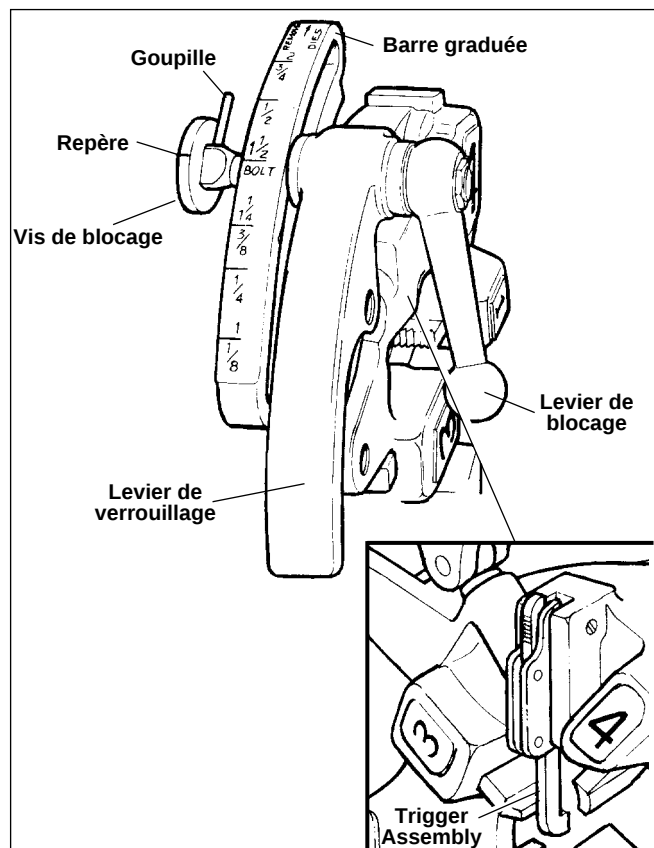

Figure 11 – Tête de filière universelle à ouverture automatique
6. Tête de filière à ouverture automatique type 815A (Figure 11) – Le levier de verrouillage s'ouvre automatiquement dès que la détente de la tête de filière entre en contact avec l'extrémité du tuyau.
La tête de filière universelle n° 811A (Figure 11) pour filetages à droite utilise quatre jeux de filières pour le filetage